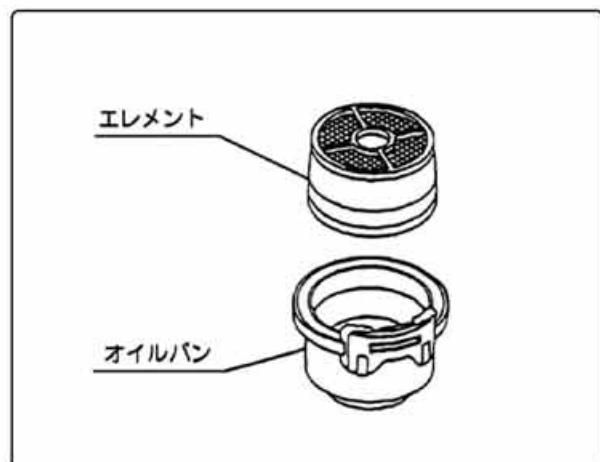

図37
- ②オイルが不足しているときは、オイルレベルまで補充してください。汚れがひどいときはオイルパン・エレメント共、白灯油で洗浄しエレメントはエンジンオイルに浸し滴下しない程度に振り切ってください。(図37)
- ③オイルパンはよく洗浄し、新しいエンジンオイル(S C級以上)をレベルまで入れてください。(図37)